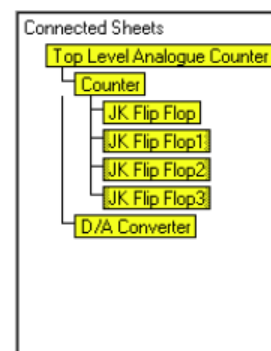

Рис. 12. Проверка иерархических связей для всех четырех блоков.
19. Выполним команду меню View | Select Sheet и убедимся, что схема Counter теперь имеет четыре подчиненных листа (рис. 12). Закроем окно.